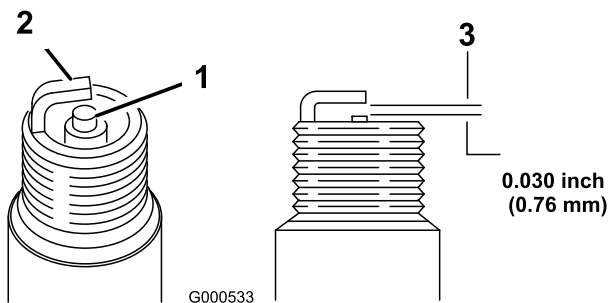

Figura 23
5. Fije el hueco entre los electrodos en 0.76 mm (0.030 pulg.) (Figura 23).